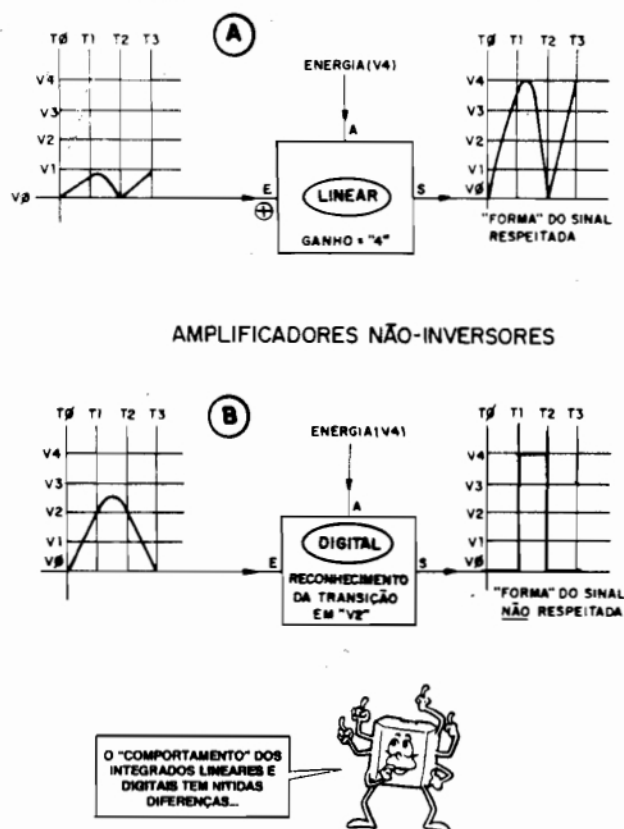
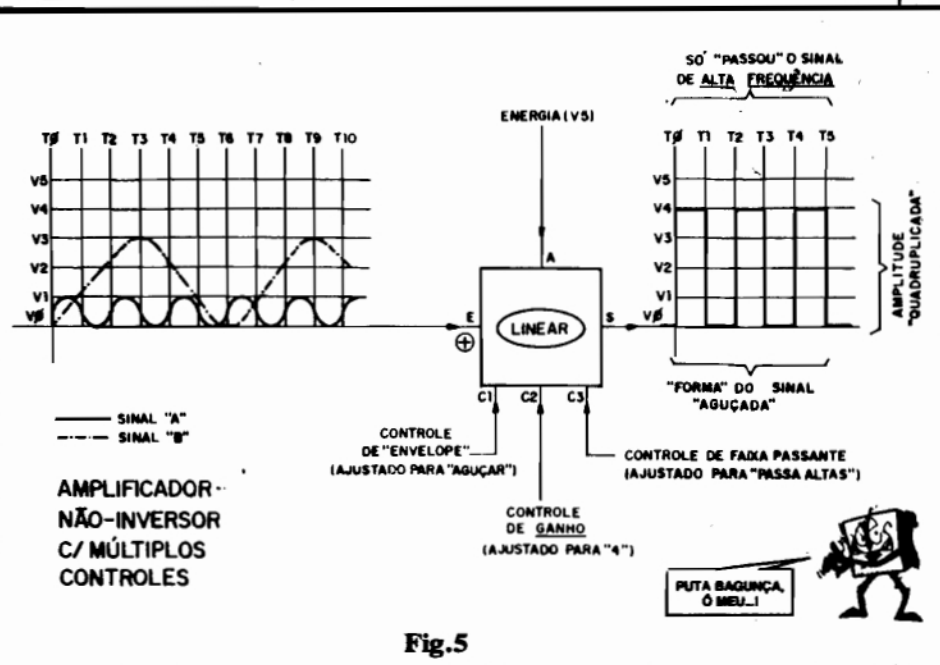
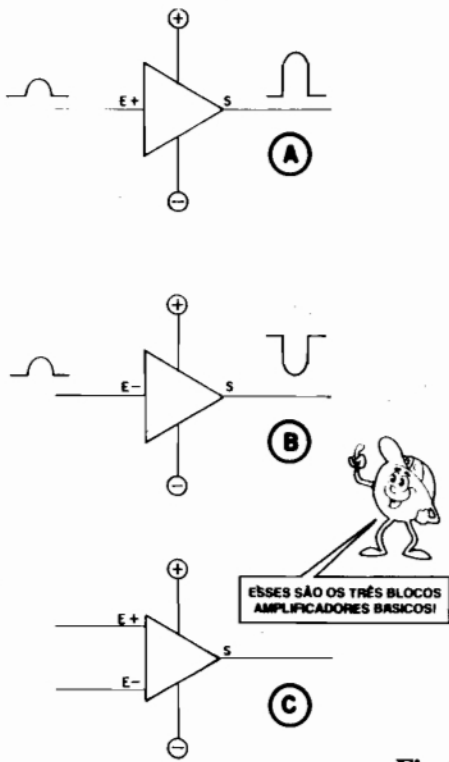

Fig.1
Fig.5
Fig. 6
- FIG. 1 - A DIFERENÇA BÁSI-
- FIG. 1-A - Gráfico de "formas de sinal" relativos a um bloco LINEAR básico. Notar que o bloco tem os acessos "mínimos" necessários: alimentação, ENTRADA e SAÍDA..., tratando-se, no caso, de um mero AMPLIFICADOR NÃO-INVERSOR (que não "inverte" a polaridade ou "sentido de crescimento" do sinal ou nível aplicado à sua ENTRADA, portanto...), com ganho (fator de amplificação pré-determinado em "4" (os níveis aplicados à ENTRADA ficam, ao "passar" pelo bloco, quatro vezes maiores, dentro de rigorosa proporcionalidade...)). Notem que as subdivisões horizontais do gráfico se referem a intervalos de TEMPO (T0, T1, T2, etc...), enquanto que as divisões verticais parametram níveis de TENSÃO (V0, V1, V2, etc...). Observem, então, os "envelopes" ou formatos dos sinais presentes na ENTRADA e na SAÍDA do bloco: o "desenho" ou "forma" do sinal está, na SAÍDA, respeitado com relação aos parâmetros da ENTRADA... No TEMPO também o sinal não sofreu nenhum "alargamento" ou "retardamento"... A única modificação que o bloco efetuou sobre o sinal foi "ampliá-lo" por um fator de 4 ou seja: seus níveis momentâneos de TENSÃO (em cada "momentinho" do sinal...) ficaram 4 vezes
FIG. 1-B - Gráficos de sinal relativos a um bloco DIGITAL básico... Conforme já dissemos, um bloco DIGITAL básico pode ser considerado como um "amplificador radical", tipo "tudo ou nada". A sua principal característica é a óbvia não linearidade ou não proporcionalidade momentânea! O bloco/exemplo tem os mesmos três acessos básicos (alimentação, ENTRADA e SAÍDA) e a mesma condição não-inversora vistas no gráfico anterior, porém o seu "comportamento" é... radical. Estabelecido previamente que o "ponto de transição" para o "reconhecimento" do sinal presente na ENTRADA, está no nível de TENSÃO V2, notem que a meia senóide, na forma de uma suave "onda" que sobe e desce em rampas "maneiras" (presente na ENTRADA), "vira" uma abrupta e nítida forma retangular na SAÍDA!
FIG. 2 - BLOCO LINEAR AMPLIFICADOR NÃO-INVERSOR, COM ACESSO DE CONTROLE OU "PROGRAMAÇÃO" DO GANHO... Quando mostramos o exemplo básico do bloco da fig. 1-A, dissemos - apenas para fixar os parâmetros do tal exemplo - que o ganho (fator de amplificação de TENSÃO...) do dito bloco estava situado em "4"... Na prática, contudo, os blocos desse gênero (Integrados Lineares Amplificadores) costumam apresentar pelo menos um "acesso" extra, destinado justamente à programação "externa" do ganho ou fator de amplificação... No diagrama da fig. 2 esse acesso é representado pelo terminal "C", através do qual, via arranjo externo (que estudaremos com detalhes em futuras "Aulas" e "Lições"... ) podemos - dentro de certa faixa - determinar "o quanto" vai ser amplificado o sinal... Se ajustarmos
Notem uma coisa importante: em ambos os exemplos da fig. 1, o nível máximo "alcançável" pelo sinal na SAÍDA corresponde ao próprio nível de TENSÃO da ali-
tal ganho para um fator "2", os gráficos de ENTRADA e SAÍDA mostram o que ocorre com o sinal aplicado ao bloco... Enquanto na fig. 1-A a amplitude do sinal era quadruplicada, agora esta é duplicada... Notem que no instante T3, com o nível de ENTRADA atingindo V1, a SAÍDA mostra um nível V2 (duas vezes maior...). Nos momentos T0 e T4, quando o nível do sinal de ENTRADA está em "zero", nesse mesmo nível nulo se manifesta o sinal na SAÍDA... Já ao longo de toda a "rampa" de "subida" e de "descida" do sinal de ENTRADA, a amplificação se mostra proporcional, com o que o "envelope" ou "forma" do sinal, na SAÍDA, fica "igual, porém maior" do que o aposto à ENTRADA... Observem ainda aquele sinalzinho de (+) junto ao terminal "E" de ENTRADA, fazendo a indicação de que o bloco é NÃO-INVERSOR (quando o sinal "sobe" na ENTRADA, também o faz na SAÍDA, quando "desce" na ENTRADA, faz o mesmo na SAÍDA...). É bom que o Leitor/"Aluno" fixe bem as características desse bloco/exemplo, já que o AMPLIFICADOR LINEAR NÃO-INVERSOR COM PROGRAMAÇÃO DE GANHO é o "básico dos básicos", dentro da sua "raça"...
**FIG. 5 - BLOCO AMPLIFICADOR LINEAR COM DIVERSOS CONTROLES EXTERNAMENTE ACESSÍVEIS (GANHO, "FORMATO" DO SINAL E FAIXA "PASSANTE" DE FREQUÊNCIAS DO SINAL...)** - As possibilidades de acesso e controle externo (quase sempre efetuado com o auxílio de componentes discretos acoplados...) das "nuances" funcionais de um bloco LINEAR não ficam por aí... O diagrama/exemplo mostra que com **mais um** terminal de controle (C3) podemos, com a ajuda sempre de conjuntos R-C cuidadosamente calculados, "filtrar" o funcionamento do bloco, de modo inclusive a condicionar a passagem de sinais apenas se eles estiverem dentro de determinada faixa de frequências...! Observem com atenção, notando que o **ganho** foi programado em "4" (via terminal de controle C2), a forma do sinal foi induzida a um "agucamento" (via terminal C1), enquanto que a "faixa passante" foi situada em "apenas altas frequências" (via acesso C3). Praticamente todas essas "parametrações" são feitas - na prática - com Resistores e/ou Capacitores ex-
co/exemplo da fig. 5 dá uma idéia básica das razões dos Integrados - na prática - apresentarem "tantos" pinos e "pernas"...! Enfim, "eles" ficariam "específicos demais" se mostrassem apenas os acessos elementares (ENTRADA, SAÍDA e Alimentação...)! Quanto mais controles e acessos externos para determinar "nuances" funcionais tivermos num Integrado, na verdade mais versátil o "bichinho" será, já que poderemos tranquilamente "tendenciar" seu funcionamento em vários sentidos, com o uso de componentes discretos externamente acoplados e cuidadosamente calculados! É aí que reside toda a maravilha da "raça" dos LINEARES: a relativamente ampla possibilidade que temos de intervir no seu funcionamento (embora "ele" seja um bloco circuitual quase que completo em si próprio...)! A propósito, num bloco DIGITAL, essas "intervenção" quase sempre **não podem** ser executadas (e, quando **podem**, o são por métodos radicalmente diferentes, conforme estudaremos quando for oportuno...)!
- **FIG. 6 - OS AMPLIFICADORES OPERACIONAIS** - Na verdade, todos os blocos/exemplos mostrados da fig. 1 até a fig. 5 (fora o diagrama 1-B...) constituem módulos de AMPLIFICADORES OPERACIONAIS típicos! Chamamos de AMPLIFICADOR OPERACIONAL (ou ainda pela abreviação "Amp Op", ou mesmo por "Op Amp", resultado da abreviação do termo em inglês...) aos blocos amplificadores multifunção, dotados de certo número de acessos e controles externos, basicamente destinados a "manipular" o nível de Tensão do sinal aplicado. Idealmente apresentam **ganho** (fator de amplificação) intrínseco **muito alto**, faixa passante de frequências **bastante ampla**, faixa de Tensões de Alimentação também relativamente ampla, uma (ou duas...) ENTRADA, uma SAÍDA, terminais de alimentação (simples ou "dupla" - detalhes mais adiante...) e eventuais acessos para controle do sinal, do ganho, da faixa passante, etc. Nos diagramas, universalmente os Amp. Op. são simbolizados com a estrutura triangular vista na figura...
- **FIG. 6-A** - Diagrama estrutural de um AMPLIFICADOR OPERACIONAL NÃO INVERSOR... A única ENTRADA ("E" +) recebe o nível ou sinal que - por sua vez - surge na SAÍDA sem inversão de fase ou de polaridade ("sentido"...), depois de devidamente "manipulado" em ganho (e eventualmente - em outros parâmetros...). Alguns pontos **importantes** a considerar:
- FIG. 6-B - Diagrama simbólico de um AMPLIFICADOR OPERACIONAL INVERSOR... Em **tudo** idêntico ao bloco não-inversor, com a única e óbvia diferença de... INVERTER a polaridade, a fase ou o “sentido” de “subida/descida” do sinal aplicado à sua ENTRADA. Valem, aqui **todos** os pontos e considerações relativos ao bloco **não-inversor** quanto às possibilidades de controles externos do ganho, da forma do sinal, da faixa de frequências “passante” e dos limites teóricos de excursão do nível do sinal, na SAÍDA...
- FIG. 6-C - Diagrama do “verdadeiro” AMPLIFICADOR OPERACIONAL... Este, na prática, para maior funcionalidade e versatilidade aplicativa, quase sempre é dotado de DUAS ENTRADAS, sendo uma INVERSORA (“E-”) e uma NÃO-INVERSORA (“E+”). Notem que cada uma das duas ENTRADAS funciona exatamente conforme foi descrito nos exemplos específicos anteriores. Entretanto, a eventual utilização **simultânea** das suas **duas** ENTRADAS leva a um interessante conjunto de fenômenos e características, que devem ser assimilados pelo Leitor/“Aluno”, desde já: